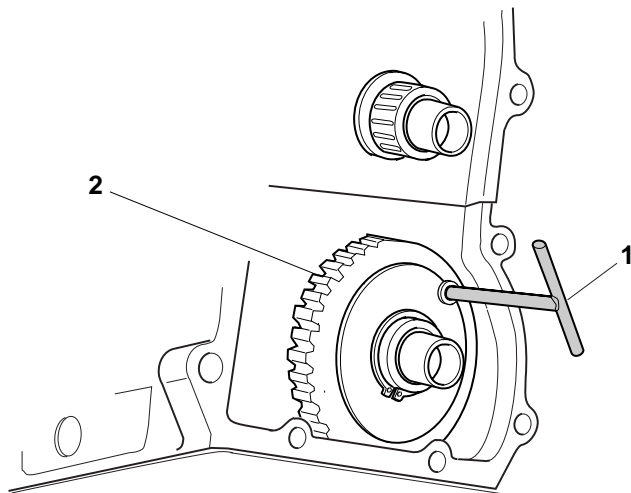

Fig.53
1. Posizionare la chiavetta in dotazione "1" (Fig.53) per mettere correttamente in fase l'ingranaggio "2" (costituito da due dischi dentati di cui il più sottile ha funzione di registro) della distribuzione montato sul carter motore.
1. To place the key in endowment "1" (Fig. 53) to put in phase correctly the gear "2" (constituted since 2 discs toothed of which the thinnest has got function than register) of distribution, mounted on engine cover.
1. Durch den mitgelieferten Schlüssel "1" (Abb.53) Zahnrad "2" in die richtige Phase setzen: das Zahnrad besteht aus 2 Zahnscheiben, die dünnere Zahnscheibe dient zur Einstellung; Zahnrad "13" ist am Motordeckel eingebaut.
1. Placer la clef en dotation "1" (fig.53) pour mettre l'engrenage "2" de la distribution sur le couvercle moteur en phase; l'engrenage se compose de deux disques dentés: le disque plus mince sert pour le réglage.